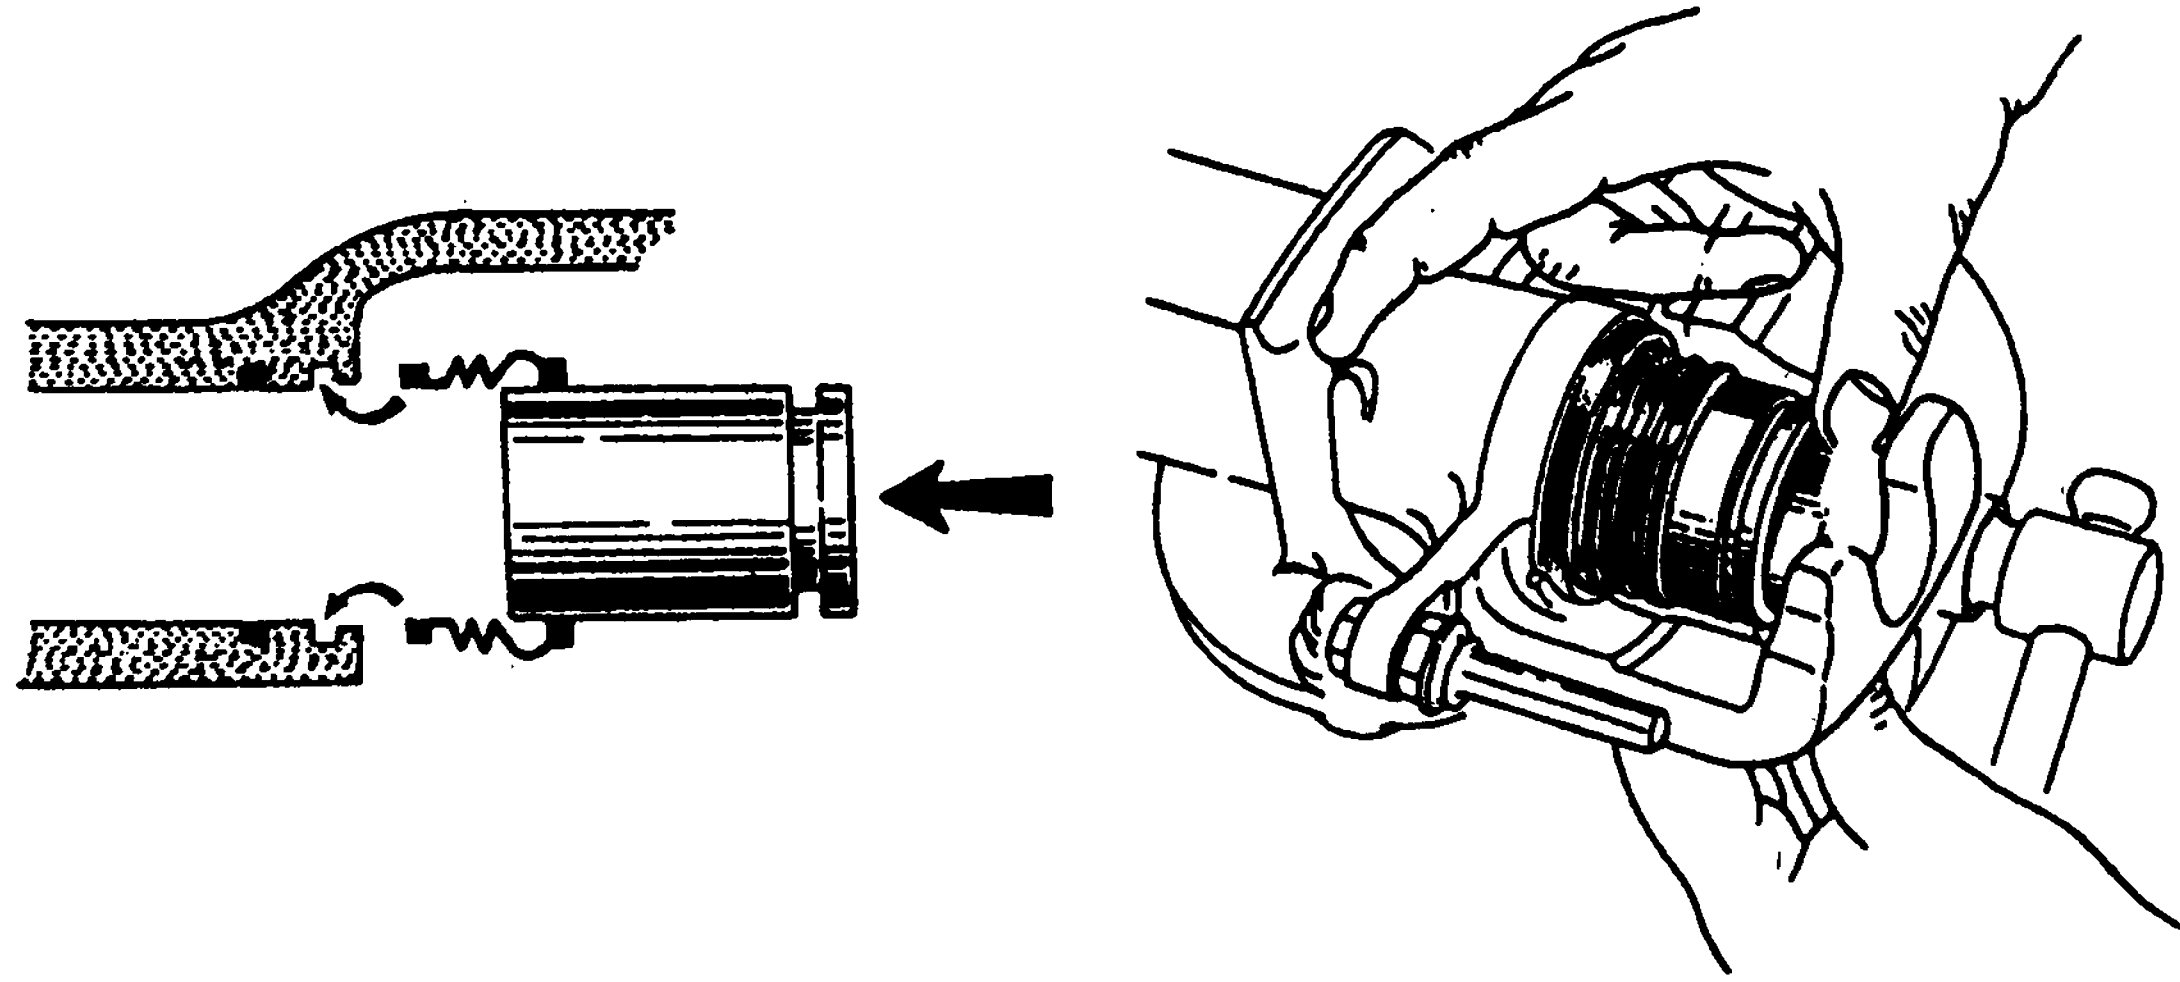

Рис. 8.16. Сборка корпуса скобы
4. Установите чехол на поршень, как указано на рис. 8.16, и заправьте его в канавку корпуса.